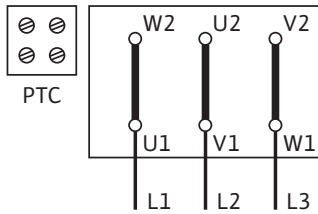

Fig. 45: Y-Δ-Anlauf (Standard)
Das Anschlussschema für den Elektroanschluss befindet sich im Klemmenkasten (siehe auch Fig. 45/46).
- Der Netzanschluss an das Klemmenbrett ist abhängig von der Motorleistung  $P_2$ , von der Netzspannung und von der Einschaltart. Die erforderliche Schaltung der Verbindungsbrücken im Klemmenkasten ist der folgenden Auflistung „Tab. 4: Belegung der Anschlussklemmen“ auf Seite 18 sowie Fig. 45/46 zu entnehmen.
Y-Δ-Anlauf (Standard)	Verbindungsbrücken entfernen (Fig. 45)